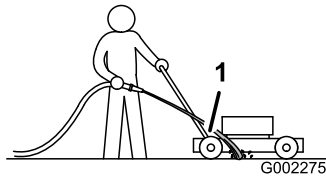

Bild 35
3. Halten Sie den Wasserschlauch auf Griffhöhe und richten Sie den Wasserstrahl unmittelbar vor dem rechten Hinterrad auf den Boden (Bild 35).